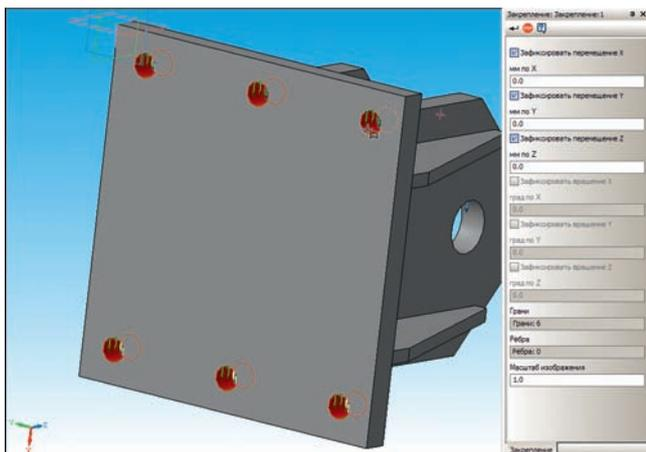

Рис. 5 Задание закреплений
- Закрепление ребер или граней 3D-модели по направлениям осей глобальной системы координат (рис. 5).